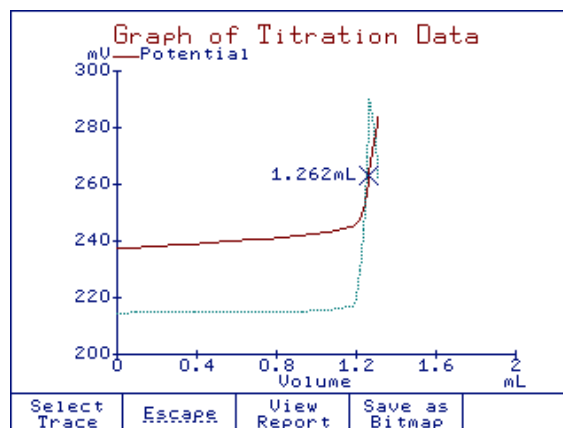

Figura 2 Ponto Final de Equivalência (mV)
**Ponto Final de Equivalência (mV)** As leituras de mV e a derivada selecionada vs. volume de titulante são exibidos (ver Figura 2).